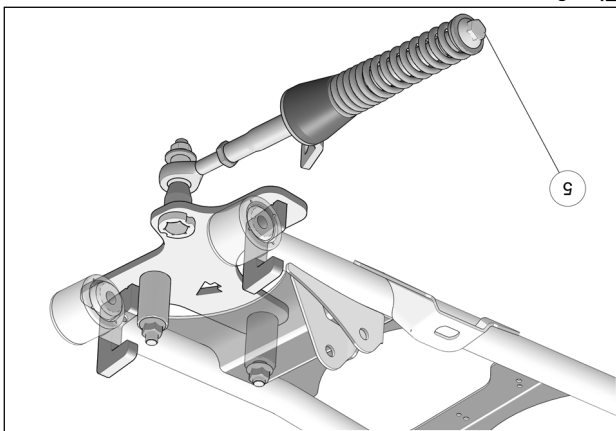

Fig. 8
9. Vérifier que le boulon du ressort (5) est serré au couple recommandé : 75 N•m [55 lb•pi]. Fig. 8